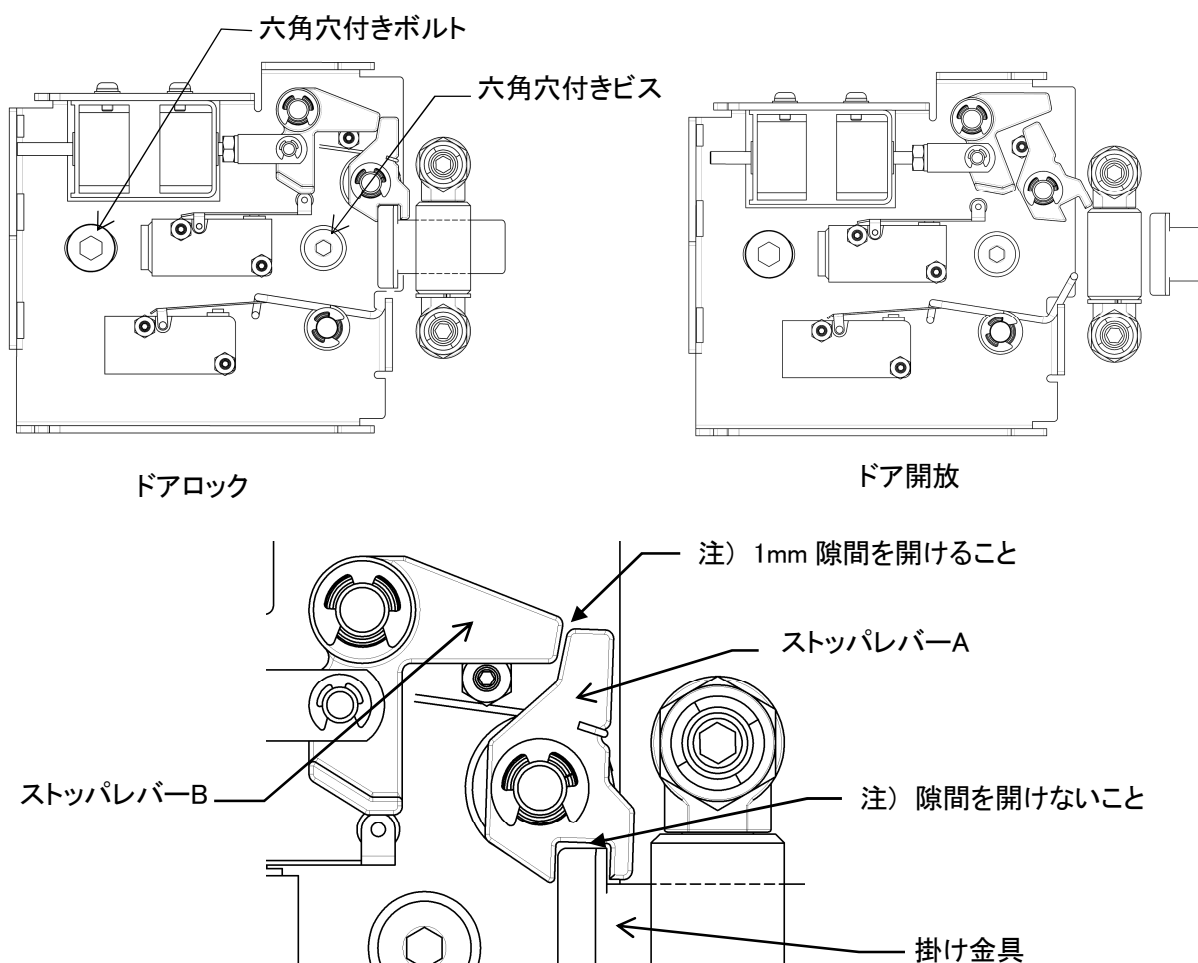

図8-9
- ・ ドアロック及びドア開放時、図8-9の様になっています。
- ・ ドアロック時、ストップレバーA,B と掛け金具が図8-9の様にかみ合う位置に来る様に六角穴付きボルトと六角穴付きビスを緩めドアロック部を左右にずらし調整します。